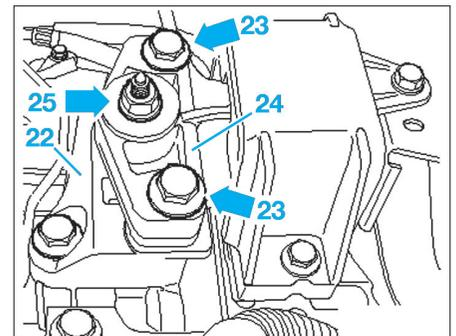

Fig. 15
- Dévisser de la console gauche (22) les vis six pans (23) du support de l'ensemble moteur-boîte côté gauche (24) (Fig.15).
- Desserrer l'écrou six pans (25).